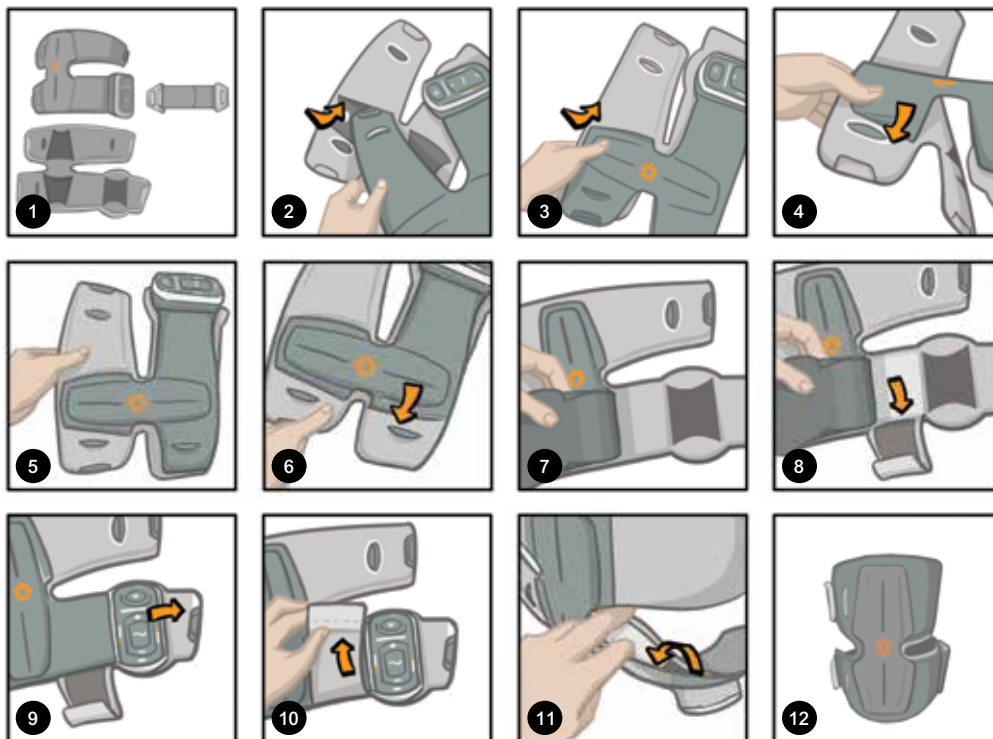

Bild 8-15: Sätta fast skyddet för hemmabruk för lårmanchetten
1. För först in den övre panelen på lårmanschetten i skyddet och fäst sedan kardborrfickan runt den nedre panelen. Se bild 8-15.